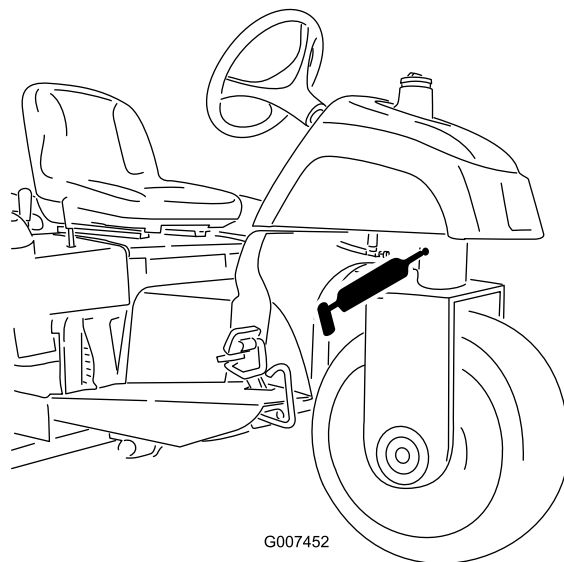

Рисунок 26
- Шарнир поворотного кулака (Рисунок 26).
Примечание: Для утопленной масленки на шарнире поворотного кулачка (Рисунок 26) требуется переходник к смазочному пистолету. Закажите деталь № по кат. 107-1998 у местного официального дистрибьютора компании Того.